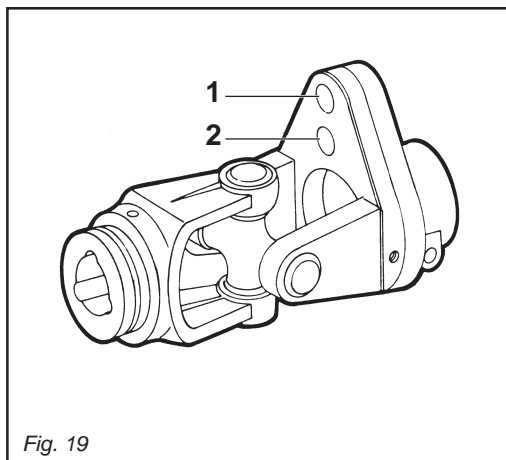

Fig. 19
Se tale bullone è inserito nel foro (2 Fig. 19) e si trancia ripetutamente, è consigliabile montarlo nel foro (1 Fig. 19).
*If the bolt, inserted in hole (2 Fig. 19), shears repeatedly, then we recommend inserting it in the hole (1 Fig. 19).*
Wenn sich bei besonders widerstandskräftigen Hindernissen diese Mutter-schraube durchtrennt, muß sie durch eine neue gleicher Maße und gleichen Materials ersetzt werden. Wenn diese Mutter-schraube in Öffnung (2 Fig. 19) eingefügt ist und sich wiederholt durchtrennt, raten wir sie in Öffnung (1 Fig. 19) zu montieren.
*Si en présence d'obstacles particulièrement résistants ce boulon se casse, le remplacer par un boulon neuf aux mêmes dimensions et matériau. Si ce boulon est introduit dans le trou (2 Fig. 19) et se casse maintes fois, on conseille de le monter dans le trou (1 Fig. 19).*